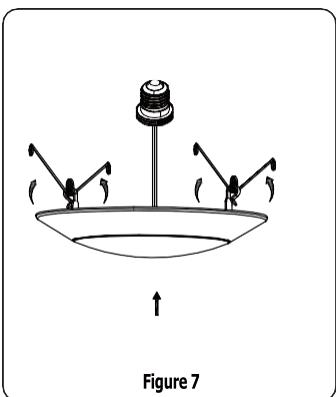

Figure 7
5. Screw in medium base socket adapter into medium base socket. (Figure 7)
6. Squeeze both torsion springs together and insert the torsion springs to the housing's slot. (Figure 7)
5. Visser l'adaptateur de douille à culot moyen dans la douille à culot moyen. (Figure 7)
6. Comprimer les deux ressorts de torsion ensemble et insérer les ressorts de torsion dans la fente du boîtier. (Figure 7)